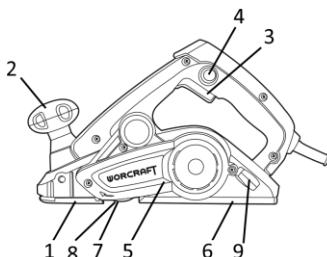

Рисунок 1
4.2 Стругання Для включення виробу спочатку натисніть кнопку блокування клавіші вимикача (4), а потім натисніть пускову клавішу 3 (рисунок 1). Для відключення виробу клавішу (3) слід відпустити. Щоб обробка була найбільш ефективною, рекомендується закріплювати заготовію під невеликим кутом, а стругання виробляти зверху вниз. Для грубої обробки м'якої деревини дозволяється використовувати максимальне занурення ножового барабану (3 мм). У випадку, якщо необхідно одержати гладку, рівну поверхню, то глибину стругання рекомендується